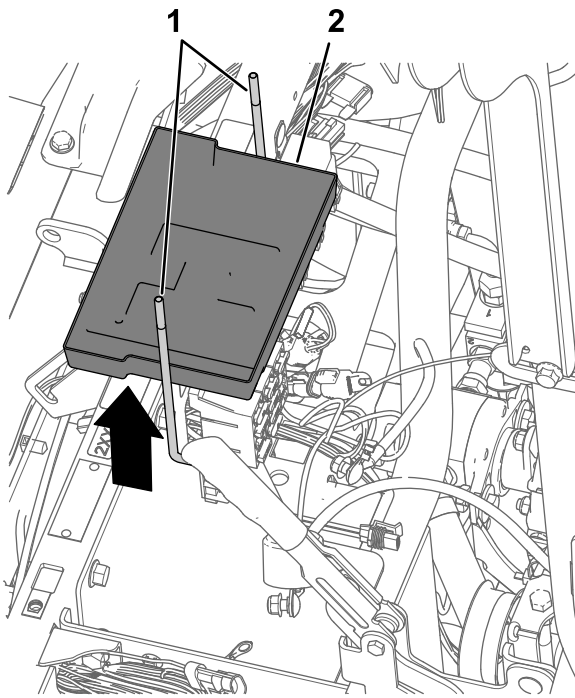

Figure 171
5. Retirez les 2 boulons en J et le socle de la batterie au support de batterie (Figure 171).